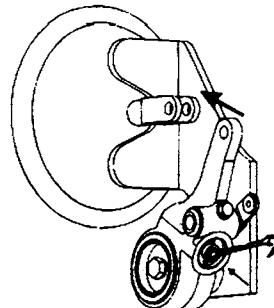

Рис. 6-17.
3. Утопить фиксатор внутрь регулятора до упора, нажав, на его торец пальцем. Удерживая фиксатор в утопленном положении, вращать его ключом ($S=10$) по часовой стрелке до совмещения отверстий корпуса регулятора и вилки тормозной камеры (рис. 6-17.).